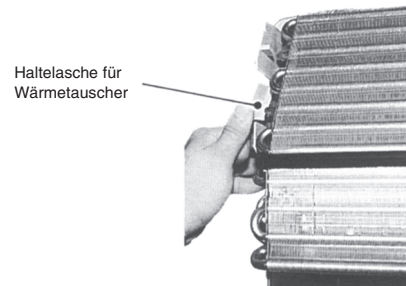

Abb. 11
- Haltelasche auf der linken Seite des Wärmetauschers beiseite drücken und Wärmetauscher auf der linken Seite nach vorne ziehen. Nun kann das Ventilatorlaufrad ausgebaut werden (Abbildung 11).